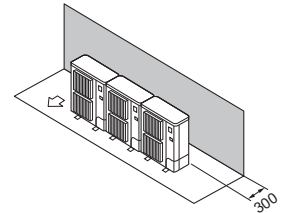

Fig. 3-11
- ① Alleen obstakels aan de achterzijde (Fig. 3-11)